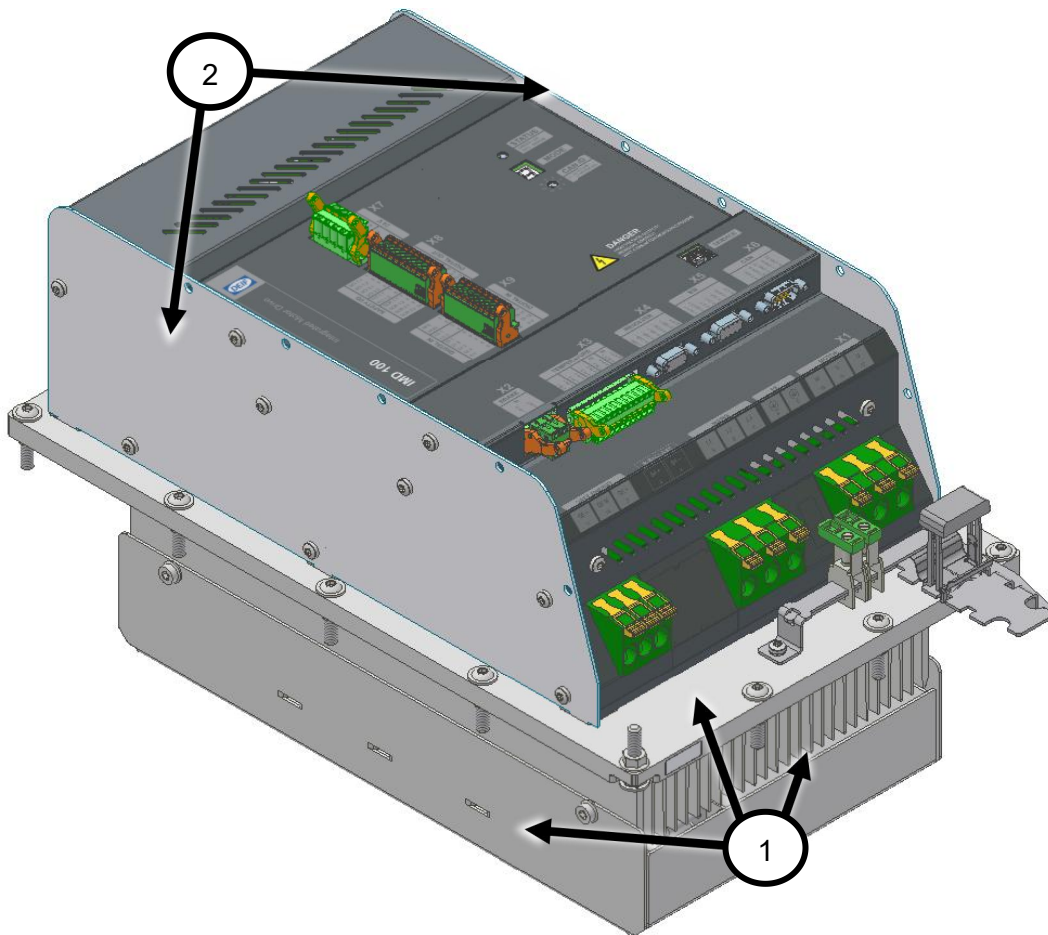

Figure 1 Hot surface areas 图 1 热表面区域
Do not touch until the surface (see pos. 1 in Figure 1 on page 15) is cooled down.
在表面（参见第 13 页图 1 中的位置 1）冷却之前，请勿触摸。
Do not touch until the surface (see pos. 2 in Figure 1 on page 15) is cooled down.
在表面（参见第 13 页图 1 中的位置 2）冷却之前，请勿触摸。